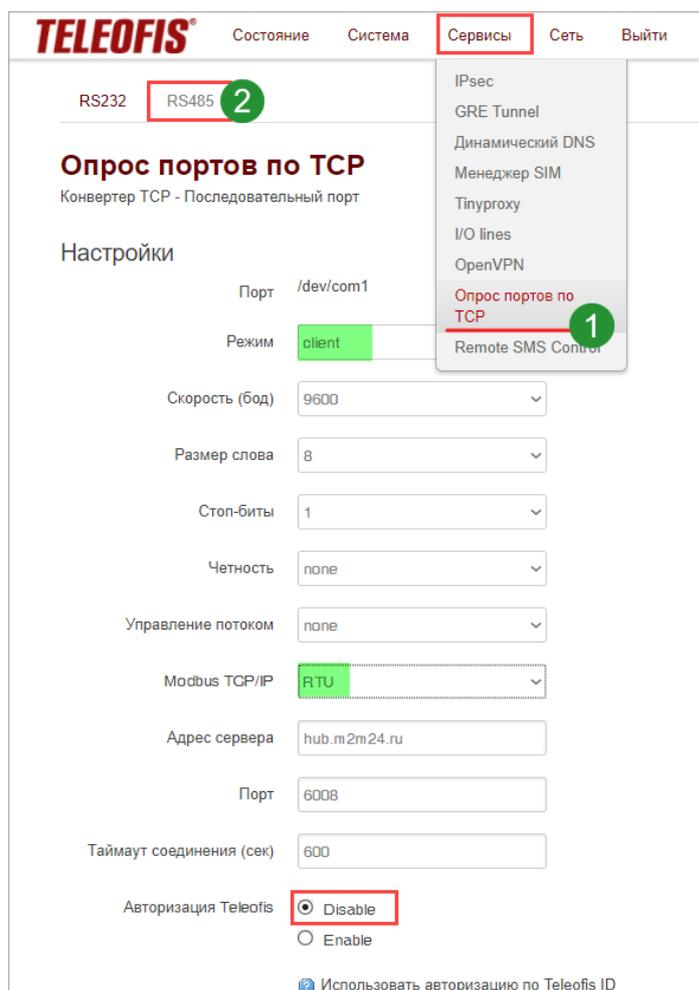

Рис. 39. Преобразование RTU/ASCII-TCP.
1. Откройте меню **Сервисы** -> **Опрос портов по TCP** (1).
2. Выберите интерфейс подключения: **RS-232** или **RS-485** (2)
- для режима **Клиент** – параметры последовательного порта, адрес сервера, порт и таймаут соединения. **Внимание!** Режим Modbus не работает при использовании облачного сервера m2m24.ru. При выборе режима Modbus отключайте авторизацию по протоколу Teleofis установкой флажка **Disable** (Рис. 39).